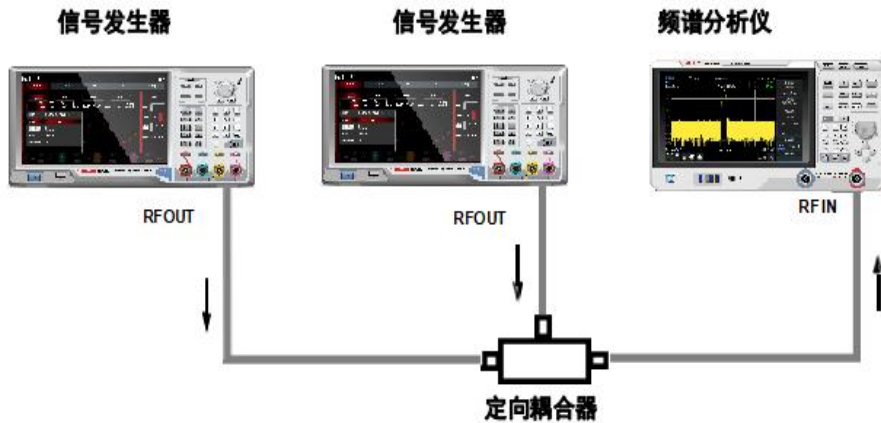

图 3-4：获取两路信号的仪器设置
1. 如图 3-4 所示，将两个信号源通过定向耦合器连接到频谱分析仪的 RF IN 端口。
1. 如图 3-4 所示，将两个信号源连接到频谱分析仪的输入端口。